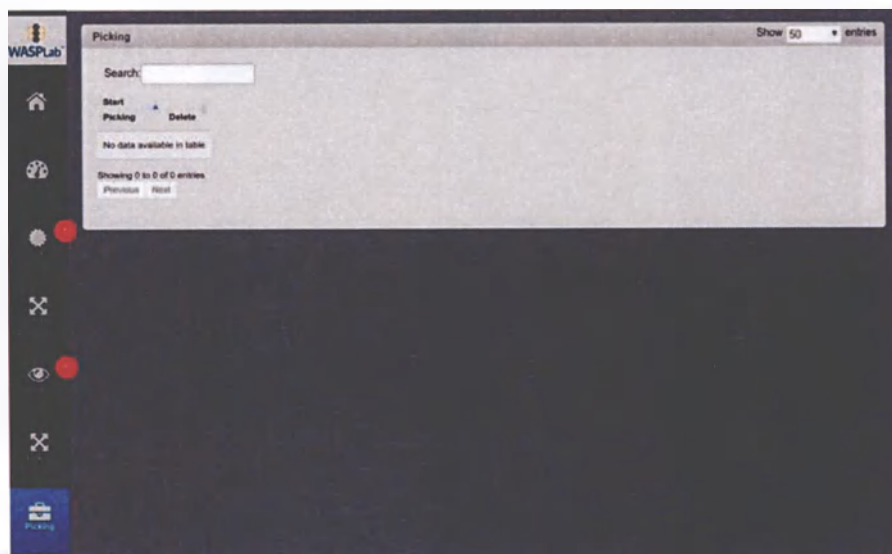

Рисунок 4.38 Выделений больше нет
- Появится домашняя страница выделения, только что сработавшая пластинка исчезнет из списка, и можно будет выбрать другую пластинку (если имеется). В отчетном примере все действия выделения завершены (Рисунок 4.38).